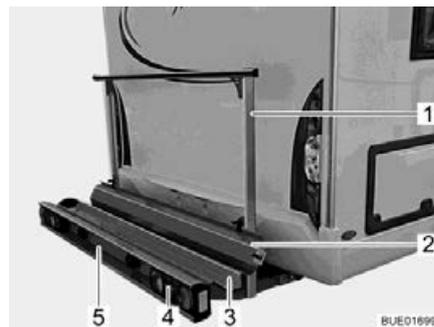
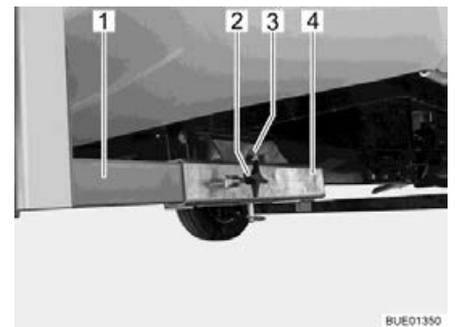

Bild 7 Lastenträger
Bild 8 Befestigung am Fahrzeug
Der Lastenträger (Bild 7) ermöglicht die Mitnahme eines Motorrads oder eines Motorrollers mit einem Gewicht bis zu 130 kg.
- Trägerwanne (Bild 7,3) und Haltebügel (Bild 7,1) mit Befestigung am Fahrzeug (Bild 8)
- Heckleuchten (Bild 7,4)
- Kfz-Kennzeichenbeleuchtung (Bild 7,5)
- Auffahrschiene (Bild 7,2)
Die beiden Längsträger (Bild 8,1) des Lastenträgers sind durch Knebel-schrauben (Bild 8,2) an den Vierkantaufnahmen (Bild 8,4) am Fahrzeugbo-den fixiert. Gesichert ist der Lastenträger durch einen Bolzen (Bild 8,3) mit Sicherungsring.